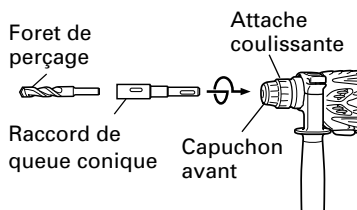
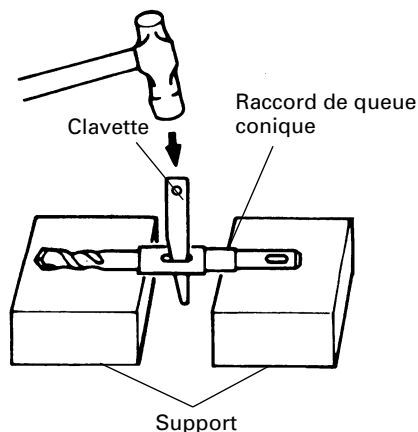

Fig. 19
Fig. 20
- (1) Monter le raccord de queue conique sur le marteau rotatif à percussion (Fig. 19).
- (2) Fixer la mèche (queue conique) sur le raccord de queue conique (Fig. 19).
- (3) Mettre l'interrupteur sur la position de ON (marche) et percer un trou de la profondeur voulue.
- (4) Pour retirer la mèche (queue conique), introduire la clavette dans la fente du raccord de queue conique et frapper la tête de la clavette avec un marteau alors que le perceuse est placée sur le support (Fig. 20).